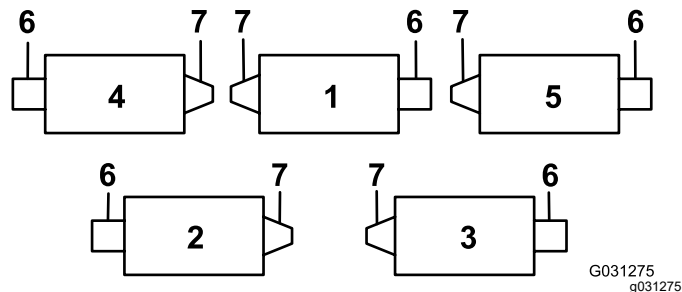
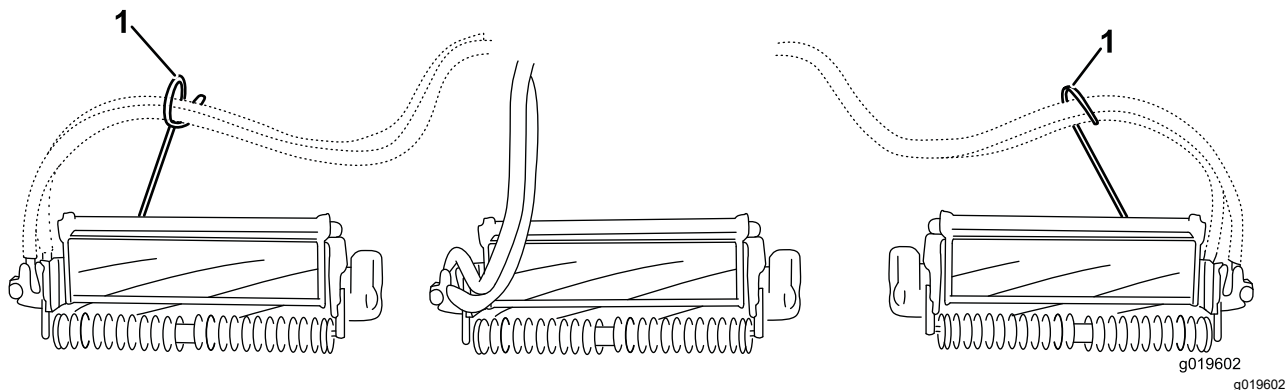
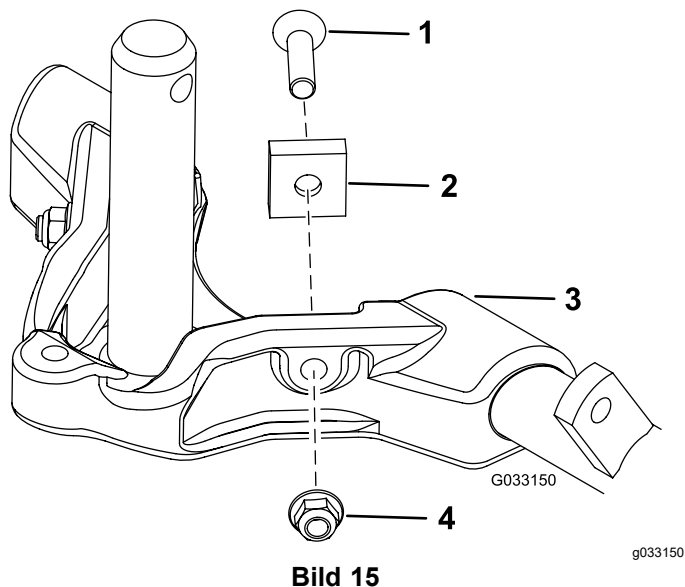

Bild 12
Bild 14
Bild 15
Wichtig: Montieren Sie an den Schneideinheiten Nr. 4 (vorne links) und Nr. 5 (vorne rechts) die Schlauchführungen mit den Befestigungsmuttern der Stangenhalterung vorne an den Schneideeinheitnasen. Die Schlauchführungen sollten sich zur mittleren Schneideinheit neigen (Bild 12 bis Bild 14).
7. Verbessern Sie die Lenkung an den Heckschneideeinheiten, indem Sie die zwei Gelenkdistanzstücke, Sechskantschrauben und Bundmuttern (Bild 15) von den Trägerrahmen der Heckschneideeinheiten (Schneideeinheiten Nr. 2 und Nr. 3) entfernen, siehe Bild 12.